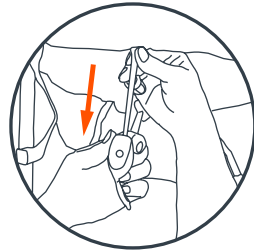
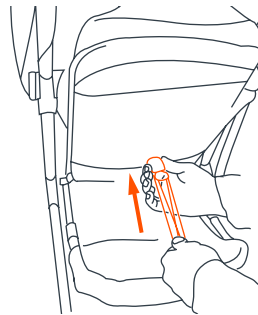

Abb. 18a
Abb. 18b
18) • Der Sitz ist mit einer Rückenlehne mit verschiedenen Position ausgestattet, die über eine Gurt- und Schnallenanordnung hinter dem Sitz eingestellt wird (Abb. 18a). Um den Sitz nach hinten zu klappen, lösen Sie den Gurt durch die Schnalle und stellen Sie ihn auf die gewünschte Position ein (Abb. 18b). Um die Rückenlehne in eine mehr aufrechte Position zu bringen, drücken Sie die Rückenlehne mit einer Hand nach oben, während Sie mit der anderen Hand den Gurt durch die Schnalle ziehen. Der Gurt verriegelt sich automatisch.